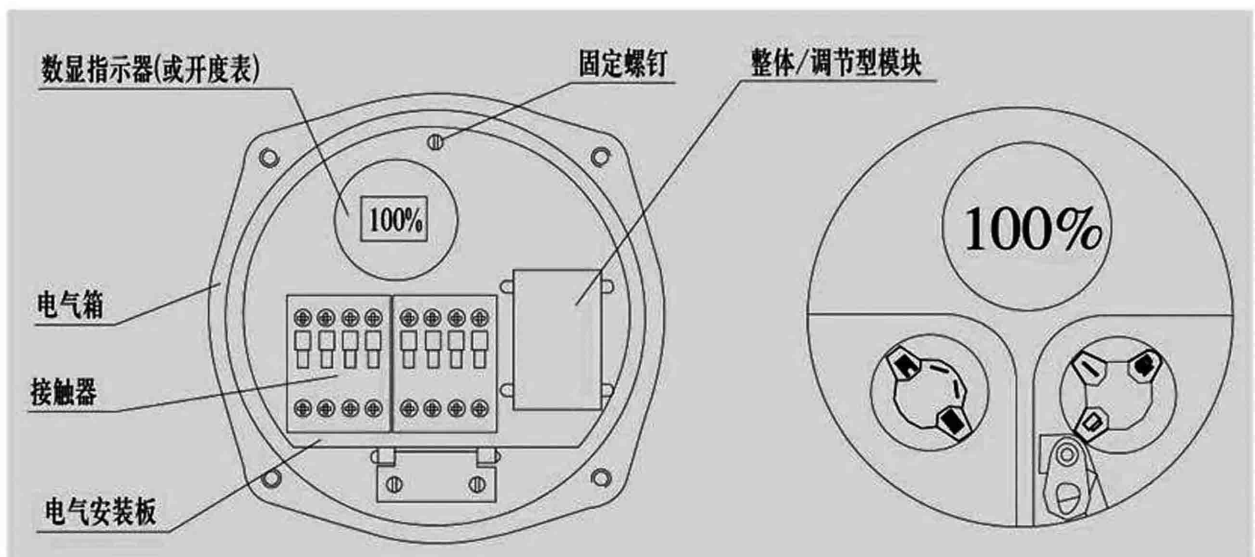

图 6 整体开关型/整体调节型电气部分结构
5.8.1 整体开关型控制系统与电动装置集合于一体称为整体型电动装置，其电气部分主要由整体型模块、按钮盒、开度表（或数显指示器）、接触器等组成，见图 6。电气元件安装在一块可翻转的板上，以便对力矩控制机构、行程控制机构、开度指示机构进行调整。右边为就地、远控选择钮，左边为开阀与关阀选择钮，现场为开 / 关联动方式，远程为 DC24V 无源开关触点控制（内供 DC24V 已内供）。
打开电气箱盖，松开电气安装板上的固定螺钉（见图 6），把电气安装板翻转 90°，即可对力矩控制机构、行程控制机构、开度指示机构进行调整。调整方法见 7.1、7.2、7.3。